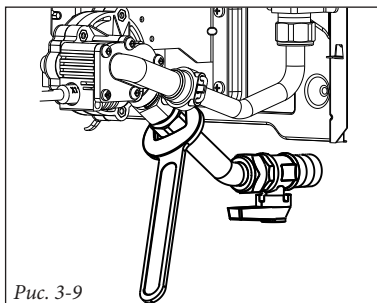

Рис. 3-9
- Сотсоедините трубку подачи воды (Рис. 3-9);